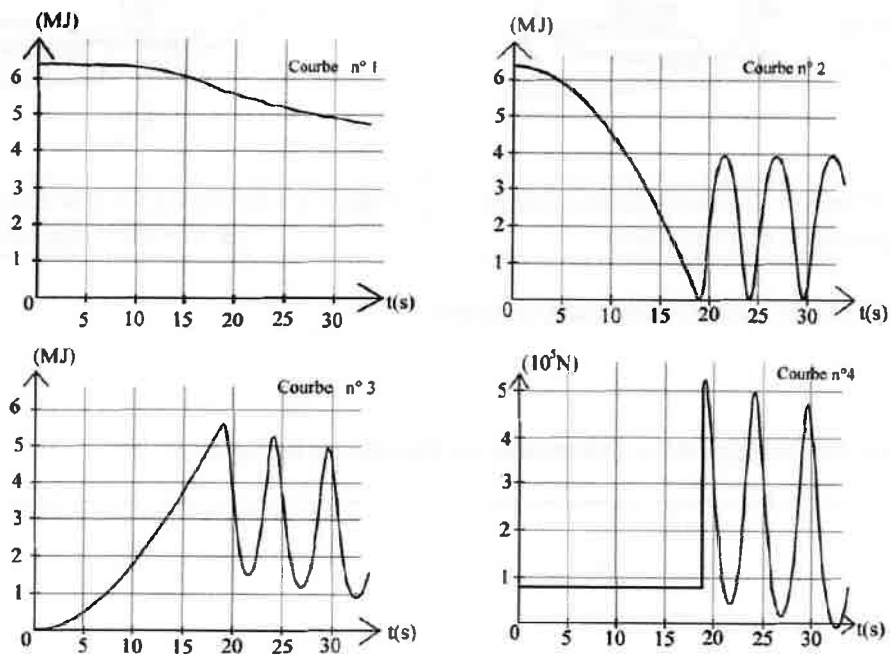

Figure 2: Résultats numériques
Les courbes de la Figure 2 représentent l'évolution au cours du temps de l'énergie cinétique  $E_c$ , de l'énergie potentielle  $E_p$ , de l'énergie totale  $E_m$  et l'évolution de la réaction normale  $R_n$  du looping sur le chariot.
1. Associer à chaque courbe de la Figure 2 la grandeur représentée. La simulation prend-elle en compte des frottements et autres sources de dissipation ?